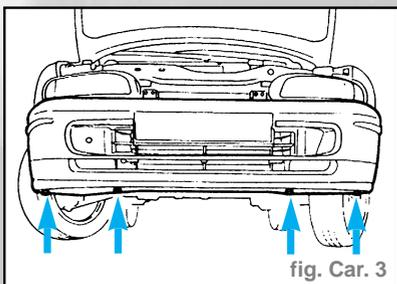

fig. Car. 3
- Enlever le pare-chocs AV de la coque en dévissant les vis de fixation inférieures indiquées par les flèches (fig. Car. 3).